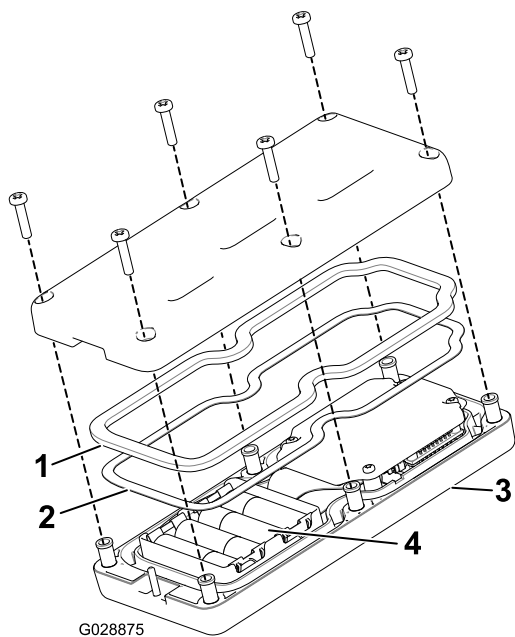

Figura 12
2. Inserite ogni batteria in un portabatteria rispettando la polarità. (Se le batterie sono inserite in modo scorretto, il dispositivo non riporta danni, ma non funziona.) Nel portabatteria sono marcati in rilievo i simboli della polarità di ogni terminazione (Figura 12).
del telecomando e riposizionate il coperchio posteriore (Figura 12).
4. Fissate il coperchio con 6 viti (Figura 12) e serratele a una coppia di 1,5–1,7 N·m.